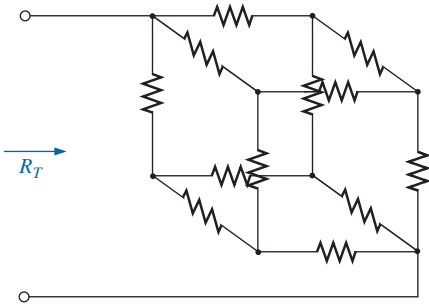

Figura 7.83 Problema 24.
- \*24. Se todos os resistores do cubo mostrado na Figura 7.83 forem de  $10 \Omega$ , qual a resistência total? (*Sugestão*: Formule algumas hipóteses em relação à distribuição de corrente no cubo.)